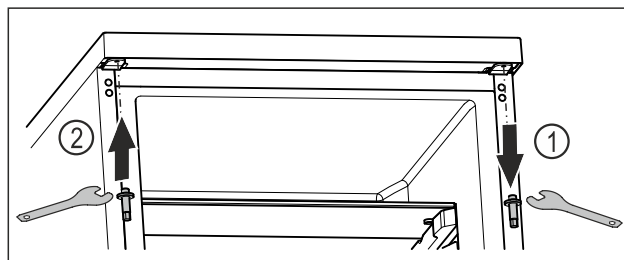

Fig. 21
- Отвийте горния болт с външен шесткантов ключ. Fig. 21 (1)
- Затегнете болта от другата страна с помощта на външния шесткантов ключ. Fig. 21 (2)